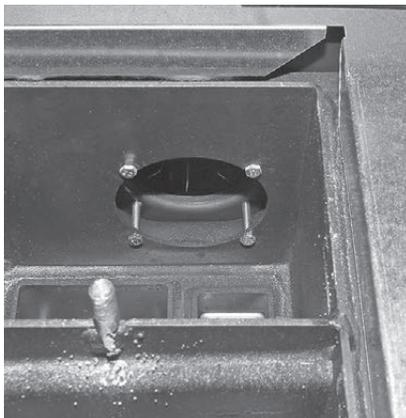

Fig. 40 Rimuovere le 4 viti
- ▶ Rimuovere le 4 viti a testa esagonale interne in corrispondenza delle superfici riscaldanti – Fig. 40. Rimuovere con cautela il ventilatore gas combustibili.